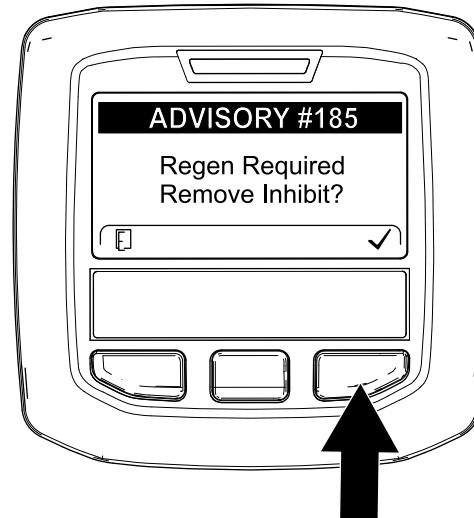

Figure 49
**Remarque:** Si INHIBIT REGEN est réglé sur ON, l'InfoCenter affiche l'AVIS N° 185 (Figure 49). Appuyez sur le bouton 3 pour faire passer le paramètre d'interdiction de régénération à OFF (désactivé) et poursuivez la régénération commandée.